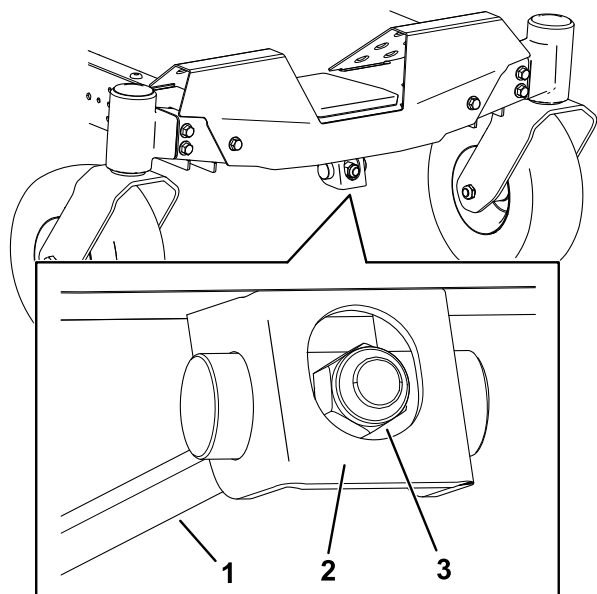

Figura 72
1. Ruotate il dado di regolazione nella parte anteriore del tosaerba (Figura 72).